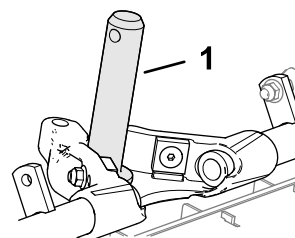

**Bild 13**
1. Vergewissern Sie sich, dass die versenkte Druckscheibe über der Welle des Trägersystems (Bild 13) eingesetzt ist.